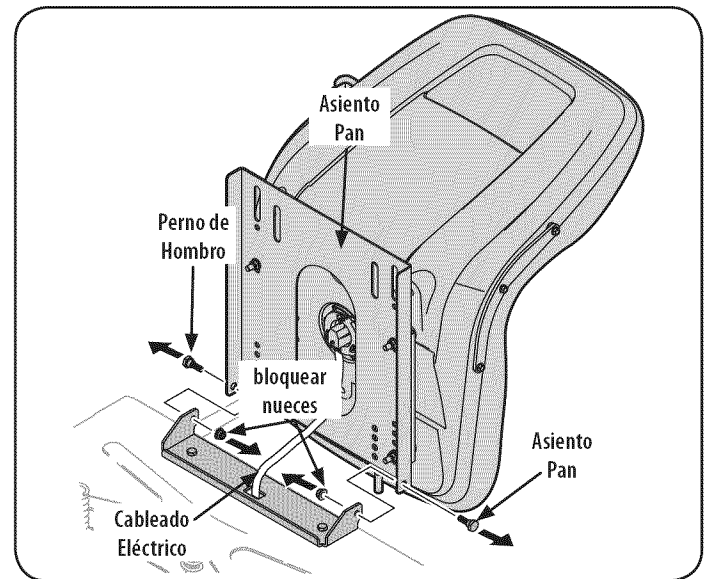

Figura 2
2. Retire los dos tornillos de ajuste y tuercas de fijación de la base del asiento como se muestra en Figura 2.